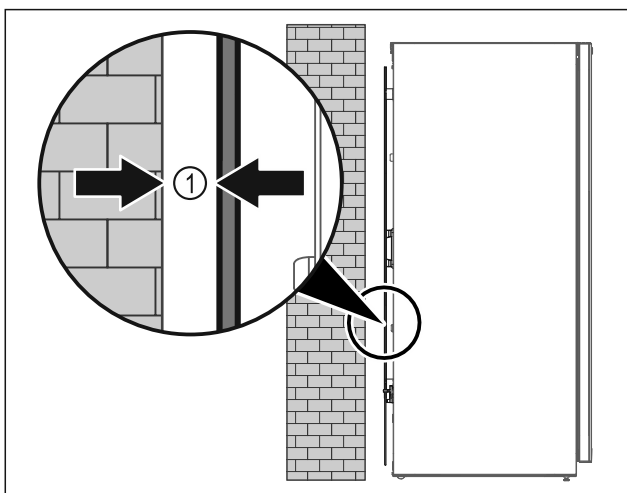

Fig. 9
- ▶ Gerät entweder frei im Raum oder direkt an einer Wand mit einem Mindestabstand von 5 mm Fig. 9 (1) aufstellen.